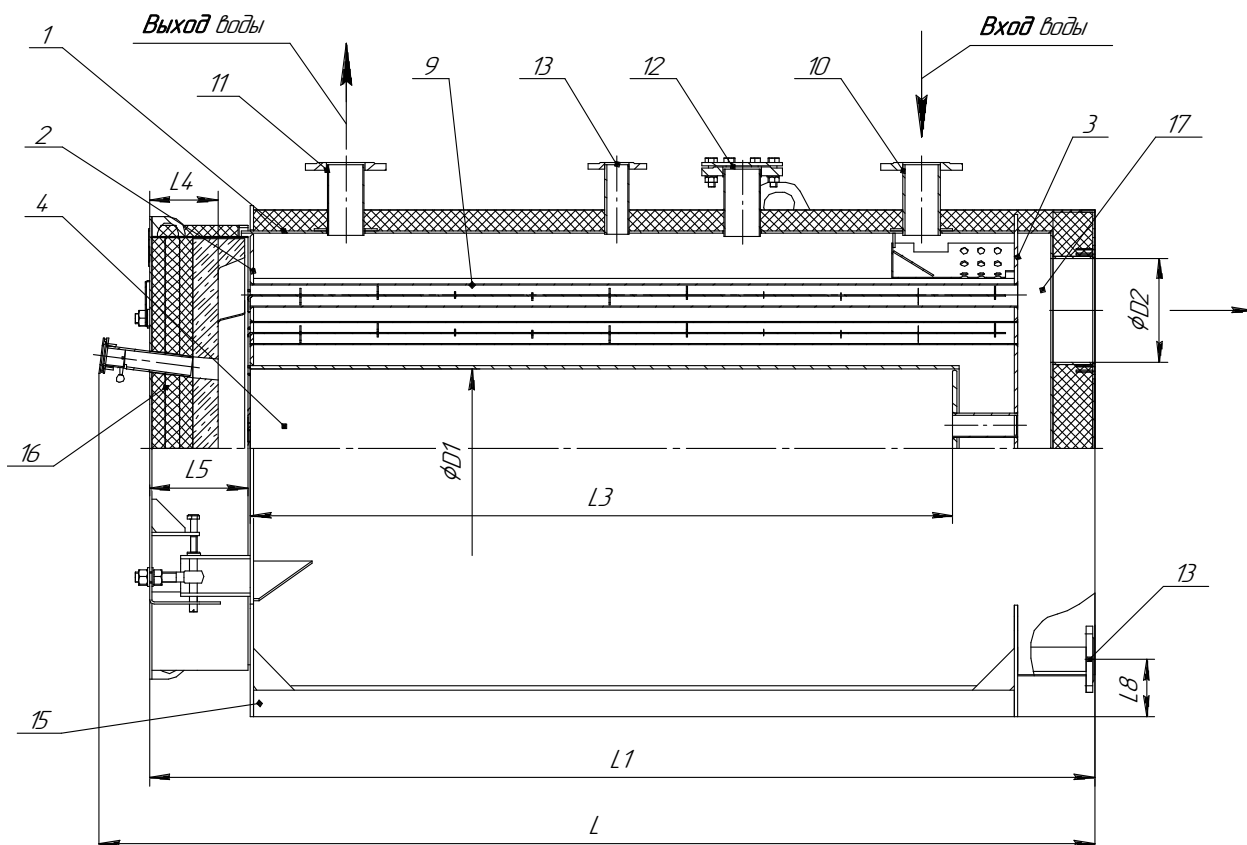

Рисунок 1. Схема котла
**1.5.1. Устройство котла (см. рисунок 1).**